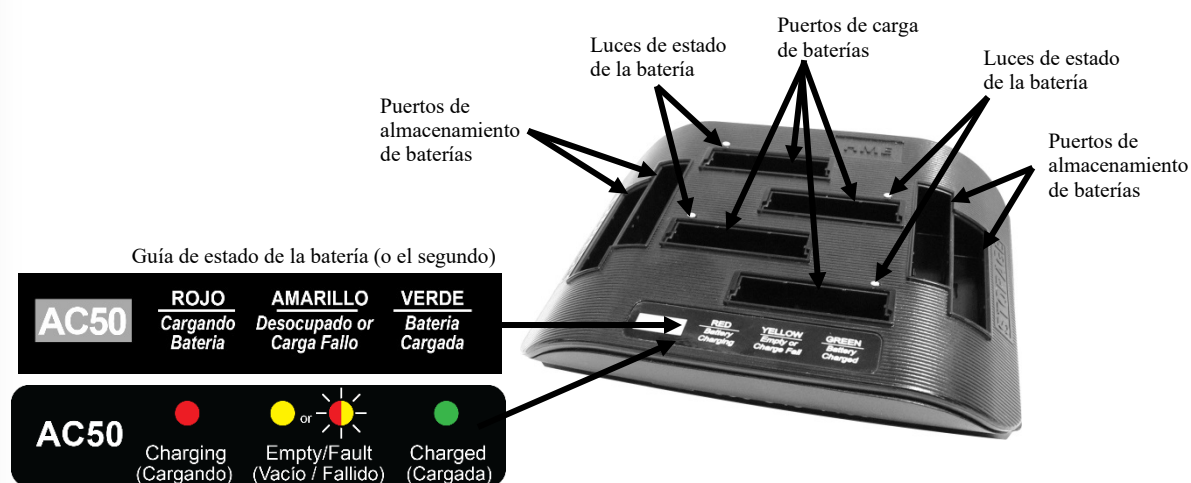

Figura 12. Características del AC50 y guía de estado de la batería
- Si hay una **LUZ AMARILLA** está encendida o una **LUZ AMARILLA** y **ROJA** parpadea al lado de una batería en un puerto de carga, significa que la carga falló (el parpadeo amarillo / rojo solo ocurre en los cargadores de batería usando la segunda etiqueta que se muestra en la Figura 12). Si esto sucede: